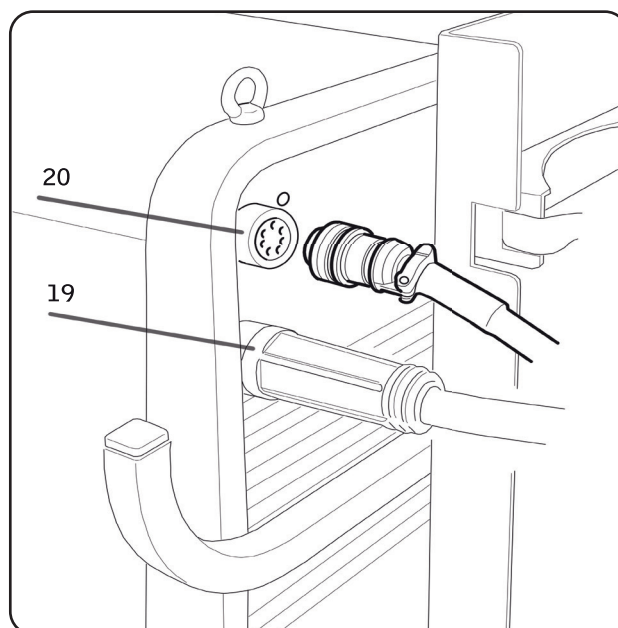

Abb. 4
- ◆ Die Anschlüsse auf der Rückseite der Stromquelle ausführen (siehe Abb. 4).